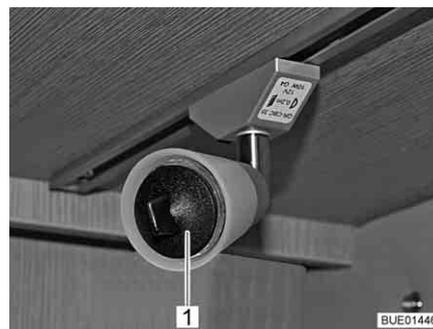

Bild 274 Saugnapf für Lampenwechsel
- ▷ Als Hilfsmittel zum Lampenwechseln ist ein Saugnapf (Bild 274,1) beigelegt.